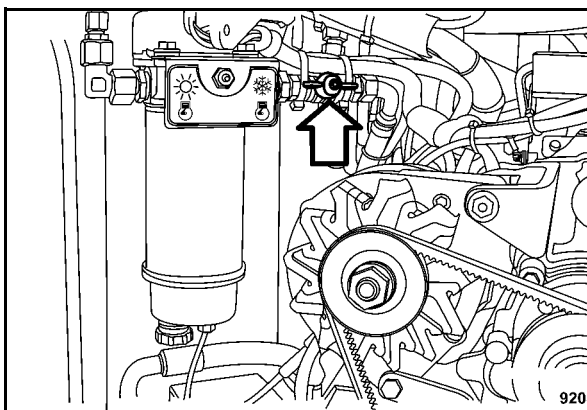

Fig. 157
- Aprire il rubinetto di chiusura carburante (Fig. 157).